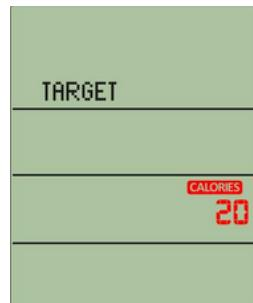

Figura 40
- Al presionar el botón TARGET CALORIES, se accede a este modo. La matriz mostrará "TARGET" iluminado constantemente (Figura 40).